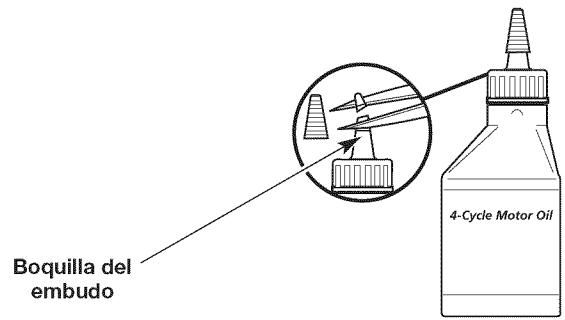

Fig. 7
2. Quite la tapa de la botella de aceite. Corte la punta de la boquilla del embudo (Fig. 7).